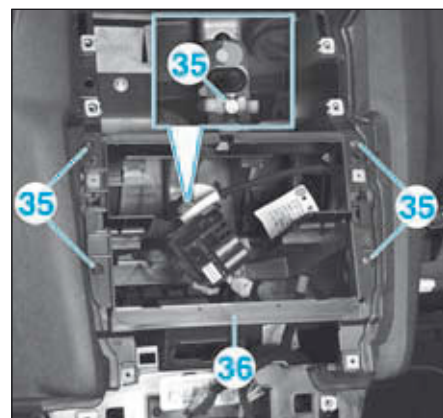

FIG.39
- Déposer les vis (35) et le support (36) (Fig.39).